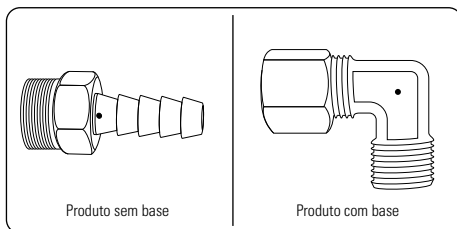

FIGURA 6.8
- O espigão conectado ao bloco possui um furo de alívio da pressão do sistema de partida. Não obstrua. (figura 6.8)